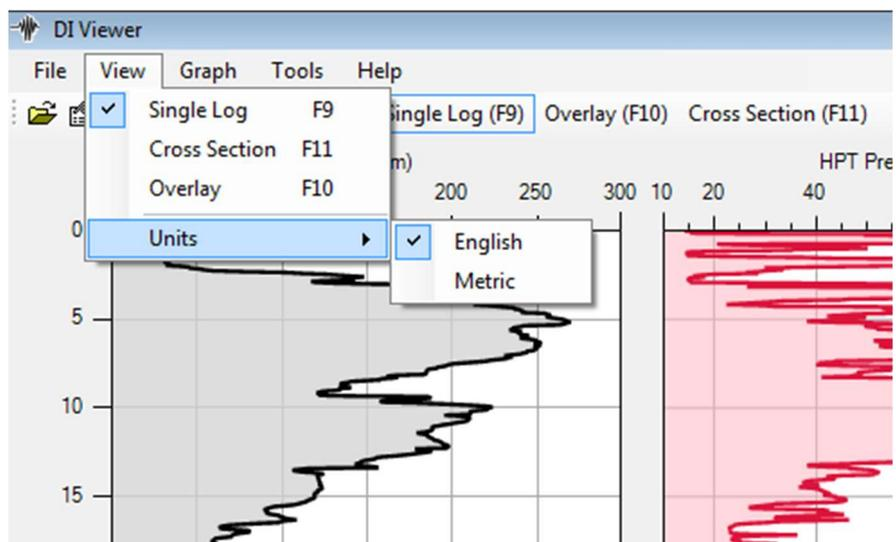

Figure 2 : Changements d'unités entre les formats anglais (*English*) et métrique (*Metric*).
- Ou sélectionnez *View* au-dessus de la barre d'outils et ensuite le mode de visualisation souhaité (Figure 2).
3. Sélectionnez soit *English* ou *Metric* (Figure 2).